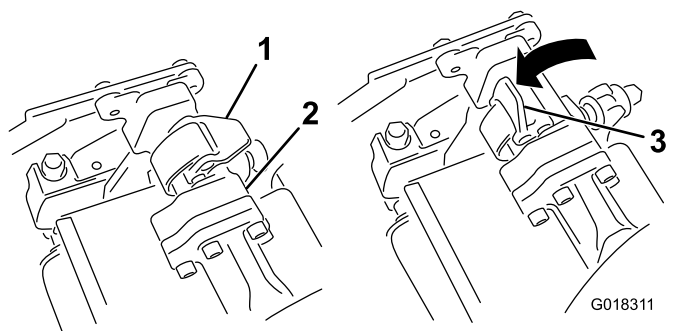
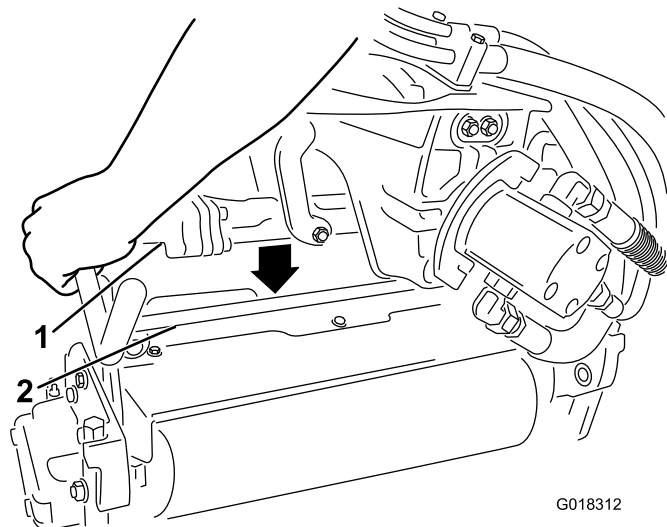

Figure 1
Figure 2
3. Les verrous de la barre de bras de suspension étant orientés en haut (Figure 1), poussez le bras de suspension vers le bas pour que la barre s'engage sur la barre transversale en haut de l'unité triple rouleau (Figure 2).
4. Fermez les verrous autour de l'unité triple rouleau et bloquez-les en place (Figure 1).